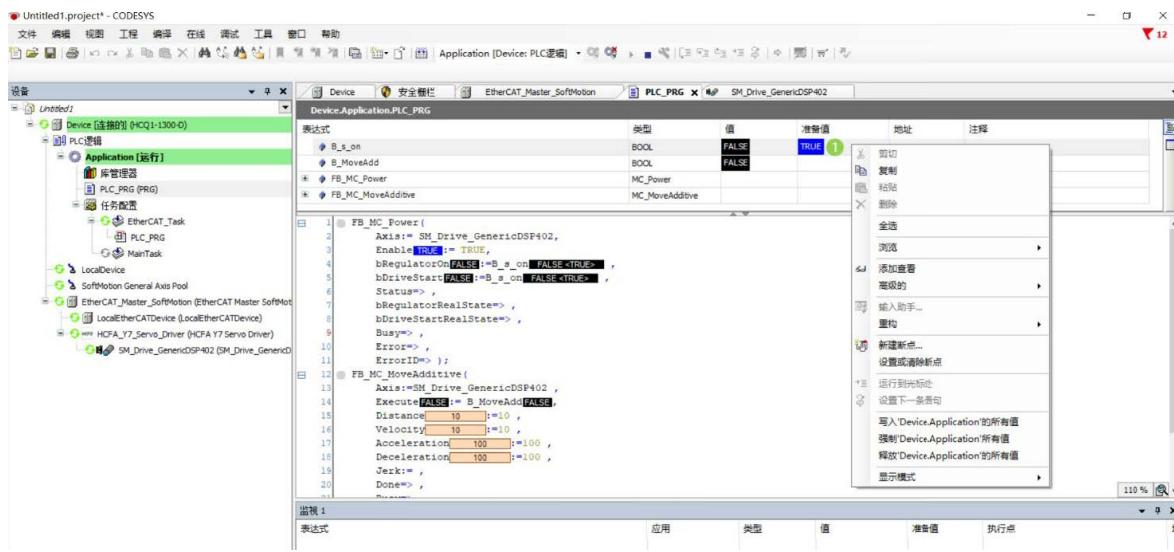

图 13-20 电机使能
2. 请在绝对安全情况下，鼠标左击①处，出现 TRUE 以后，右击选择【写入‘Device.Application’的所有值】如图 13-20 所示，此时电机使能。